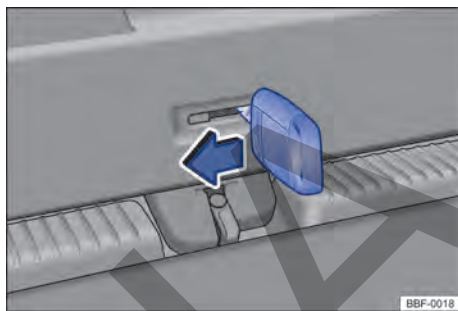

Fig. 58 En el maletero: desbloquear la tapa trasera.
- Introducir la varilla de la llave en la apertura de la tapa trasera → **fig. 58** y mover la palanca de desbloqueo en la dirección de la flecha. **◀**